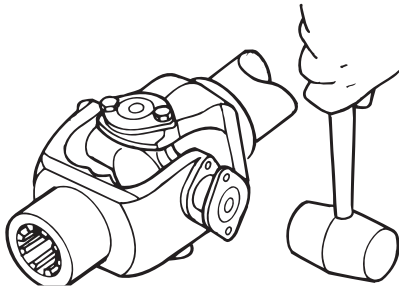

Figura 5.3
3. Sostenga la cruceta. Use un martillo de cobre o bronce para golpear suavemente la copa de rodamiento completamente en el alojamiento del yugo. Figura 5.3.